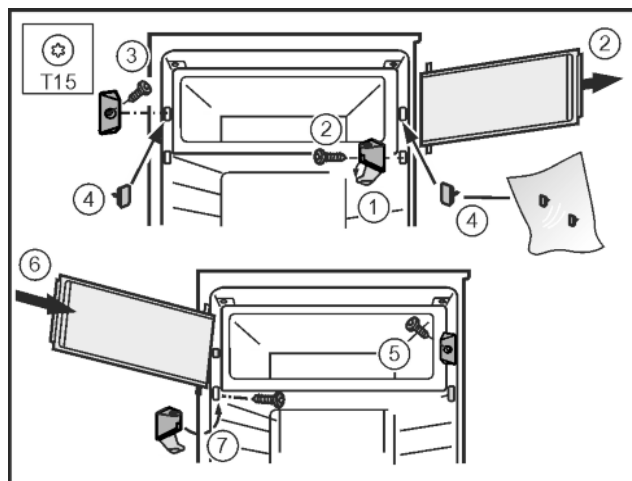

Fig. 14
- ▶ Зніміть кришку на опорному кронштейні. Fig. 14 (1)
- ▶ Зніміть дверцята морозильної камери: Відкритіть опорний кронштейн викруткою T15. Fig. 14 (2)
- ▶ Відкрутіть кінцевий замок викруткою T15. Fig. 14 (3)
- ▶ Закрийте отвори, які звільнилися, пробками, що входять у комплект. Fig. 14 (4)
- ▶ Закрутіть кінцевий замок викруткою T15. Fig. 14 (5)
- ▶ Встановіть дверцята морозильної камери згори. Fig. 14 (6)
- ▶ Встановіть опорний кронштейн і закрийте кришку. Fig. 14 (7)